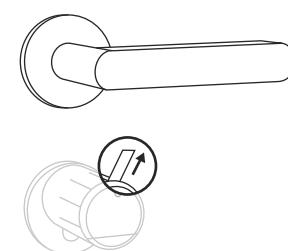

Abb. 7
- Sofern noch nicht geschehen, entfernen Sie den Batterieschutzstreifen aus dem Batteriefach am Innenknauf (Abb. 7).